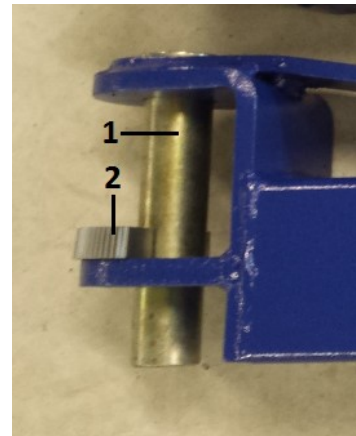

Fig.18
1. Verwijder de pin (1, fig.18) uit de arm.
2. Smeer de pin en vertanding van de arretering (2, fig.18) in met EP40 multivet, smeer ook de vertanding van de arretering in de kolom in met wat multivet.